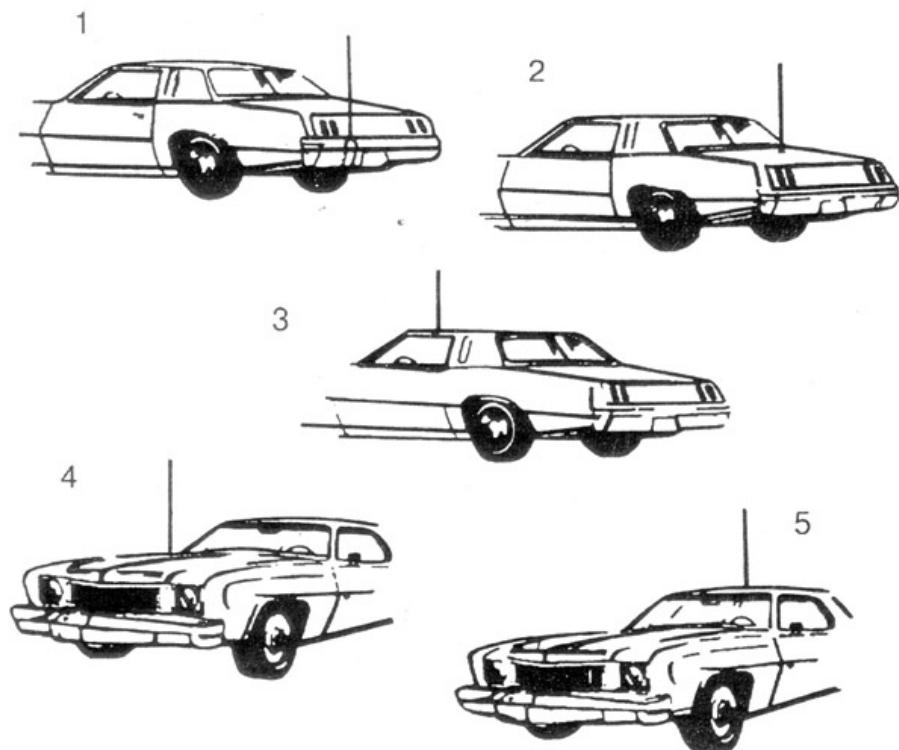

Рис. 4. Типичные места установки автомобильных антенн.
На рис. 4 показаны пять типичных мест установки автомобильной антенны: (1) задний бампер, (2) задняя крышка багажника, (3) отбортовка для стока воды,(4) капот, (5) крыша.